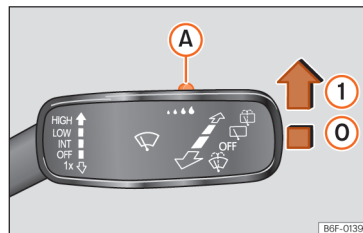

Fig. 84 Maneta ștergătoarelor de parbriz: reglați senzorul de ploaie **A**.
Împingeți maneta în poziția dorită >>> **fig. 84**.
- ① Senzor de ploaie activ; ștergere automată dacă este necesar.
După decuplarea și recuplarea contactului, senzorul de ploaie va rămâne activat și va începe să funcționeze din nou când ștergătoarele sunt în poziția » fig. 84① și autovehiculul rulează cu viteză mai mare de 16 km/h (10 mph).